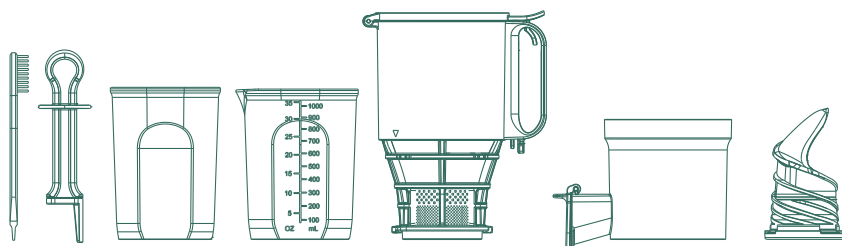

Fig. 14
2. Lavez les pièces démontées (Fig. 14) avec de l'eau. Si le tamis est bouché par de la pulpe, utilisez la brosse de nettoyage fournie pour l'enlever.